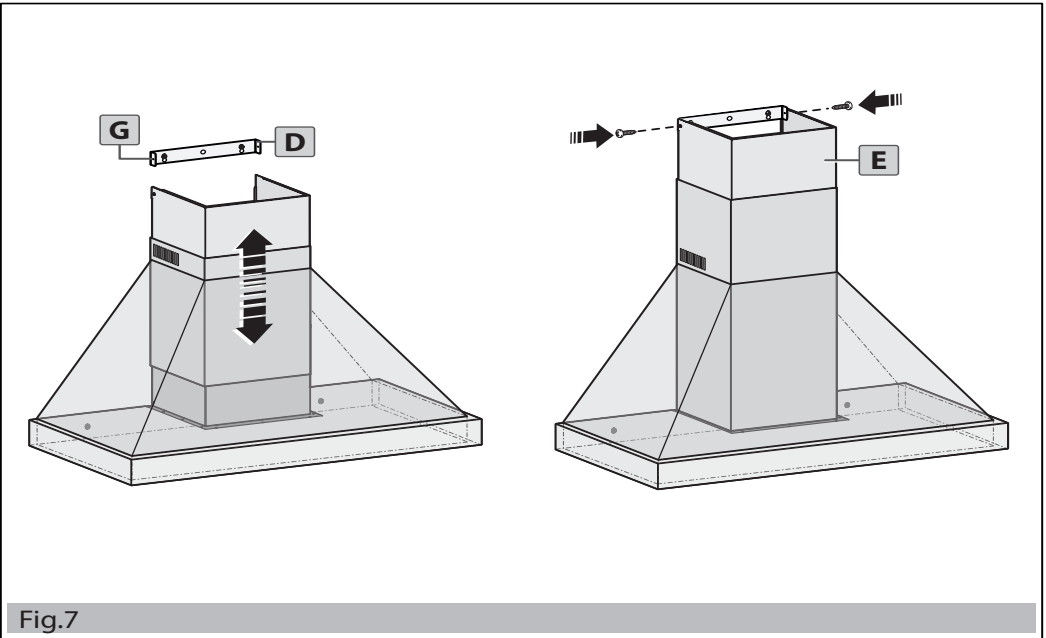

Fig.7
7. Regolare gli elementi del camino telescopico e fissarlo alla staffa (D) (Fig.7).